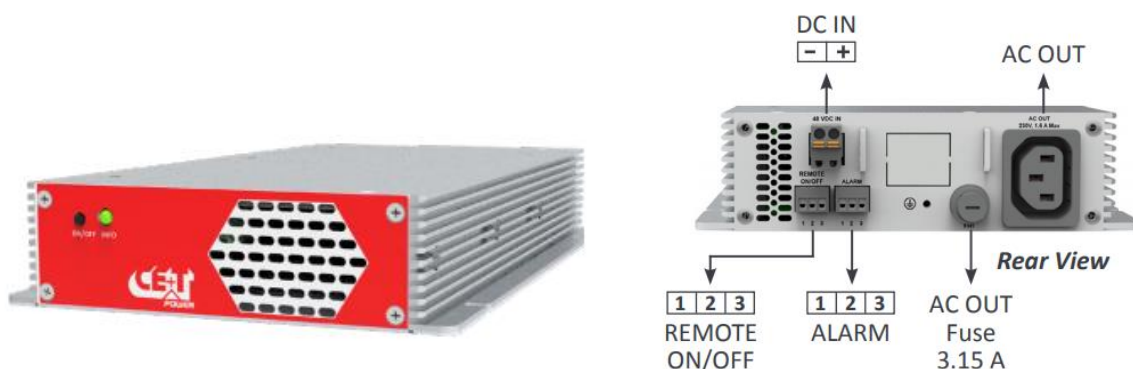

Рисунок 10.1 – Промышленный инвертор e-one 3 - 48/230-REG.
4. Промышленный инвертор с входным напряжением 48В и выходным напряжением 230В. Пример: e-one 3 - 48/230-REG (рисунок 10.1). Код заказа К53575.